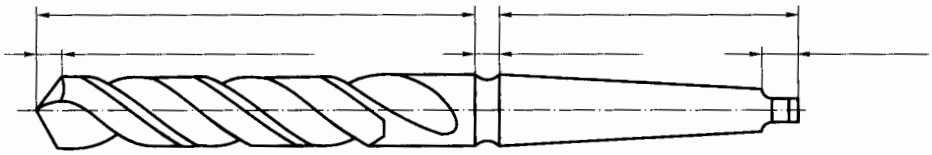

Рис. 3.2. Спиральное сверло
18. Назовите основные части спирального сверла (рис. 3.2). Укажите их назначение.